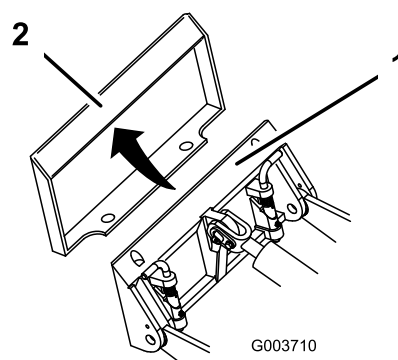

Figura 18
4. Coloque la placa de montaje debajo del reborde superior de la placa receptora del accesorio (Figura 18).